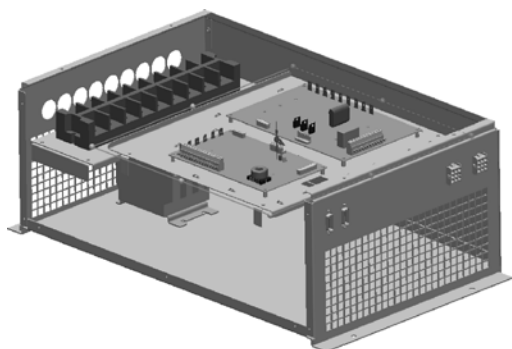

图 3-16 创建基准面
STEP 2 创建距离上面铁板 4mm 的基准面，如图 3-16 所示（此基准面是为后续通过绘制 3D 草图创建导线路径做准备）。